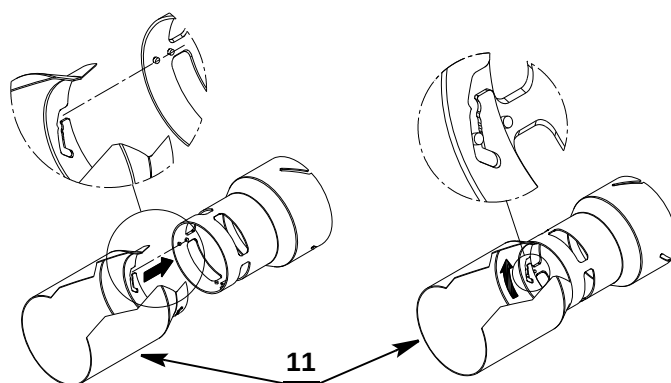

Fig. 28
- Fijar el embudo posterior 11) (Fig. 28) siguiendo las indicaciones en la figura.